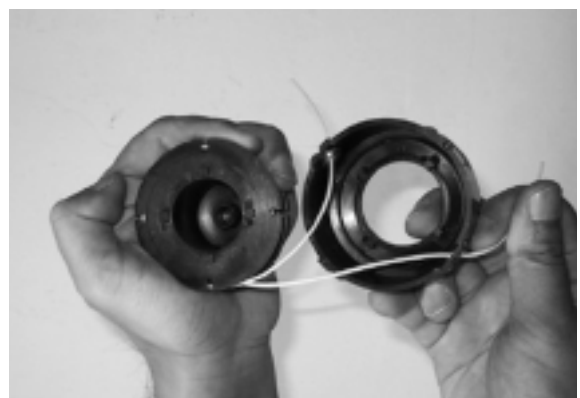

Fig. 26
7. Inserte la línea a través de cara ojal en el portador del rotor y deslice el rotor en el portador. (Fig. 26)